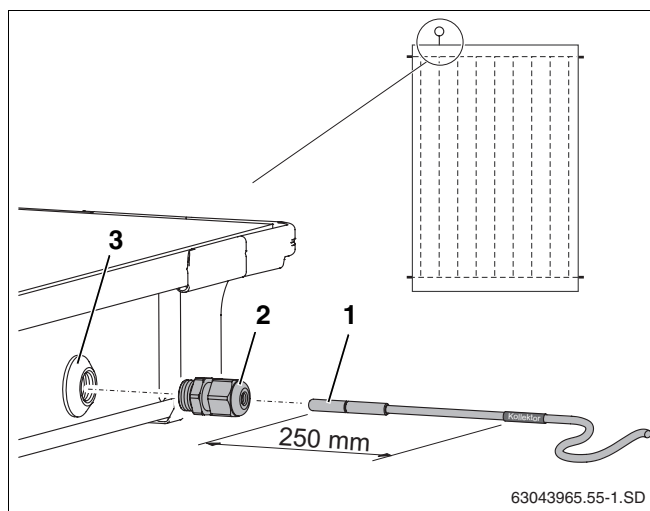

Fig. 33 Deslizar la sonda en el colector
Para que la instalación solar funcione correctamente es necesario deslizar la sonda del colector (fig. 33, **pos. 1**) hasta el tope (corresponde a aprox. 250 mm) en el tubo guía de la sonda.
- ▶ Perfore con la sonda del colector o con un destornillador la capa de impermeabilización del paso de la sonda (fig. 33, **pos. 3**).
- ▶ Enrosque el prensaestopas (fig. 33, **pos. 2**) en el paso de la sonda.
- ▶ Apriete el prensaestopas (fig. 33, **pos. 2**) y, en caso necesario, haga contrafuerza.
Si ha perforado el paso de la sonda (fig. 33, **pos. 3**) del colector equivocado, puede volver a impermeabilizarlo con el tapón incluido en el juego de conexión. Previamente debe retirar la tuerca que se encuentra en el paso de la sonda con la ayuda del pasacable (fig. 33, **pos. 2**).